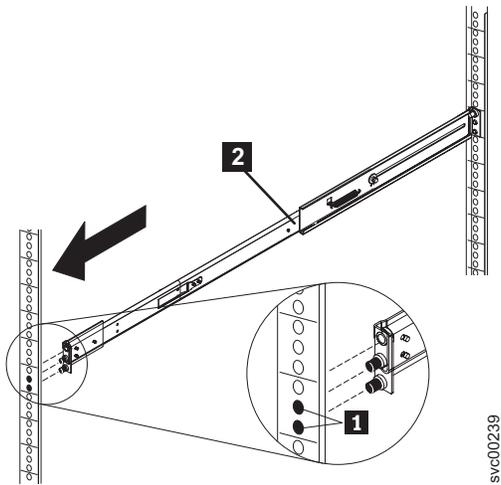

図 57. 右方スライド・レールの引き伸ばし
4. 図 57 に示すように、レール・ピン **1** が前面ラック・マウント・フランジを通して突き出るように、右側スライド・レール **2** を伸ばしてフランジに挿入します。同じ方法で左側レールを挿入します。